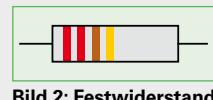

Bild 2: Festwiderstand
- a)** Bestimmen Sie mittels Farbkennzeichnung den Widerstandswert in **Bild 2**.